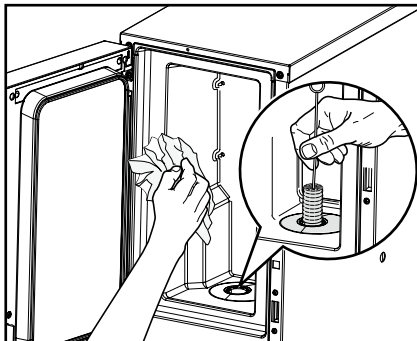

Fig. 25
- Nettoyez l'intérieur du bac réfrigérant avec un chiffon humide propre et l'ouverture de dosage avec une brosse (fig. 25).